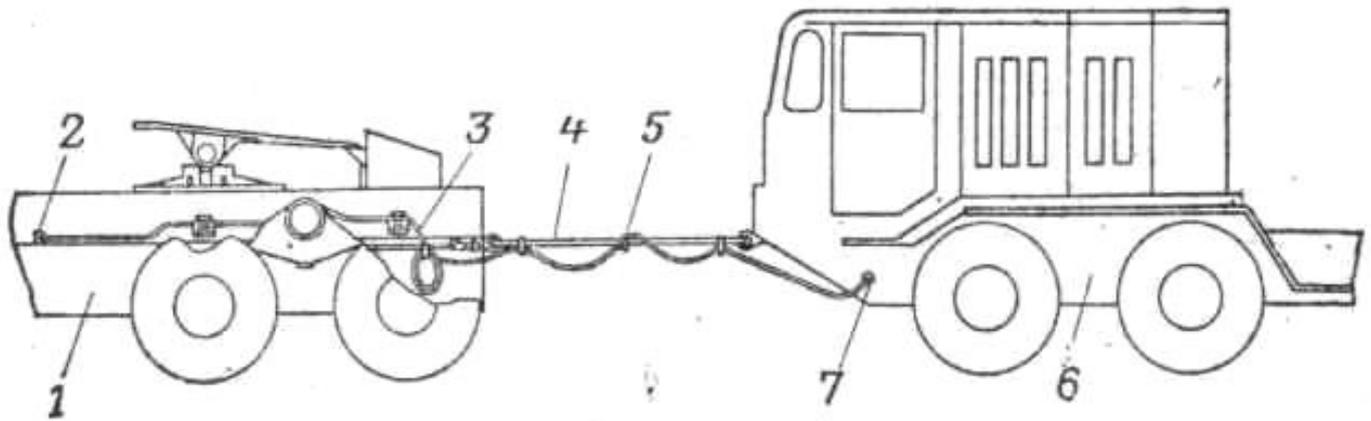

Рис. 138. Схема сцепки для буксирования автомобиля автомобилем:
- сцепить автомобиль с тягачом жестким буксиром (рис.138);